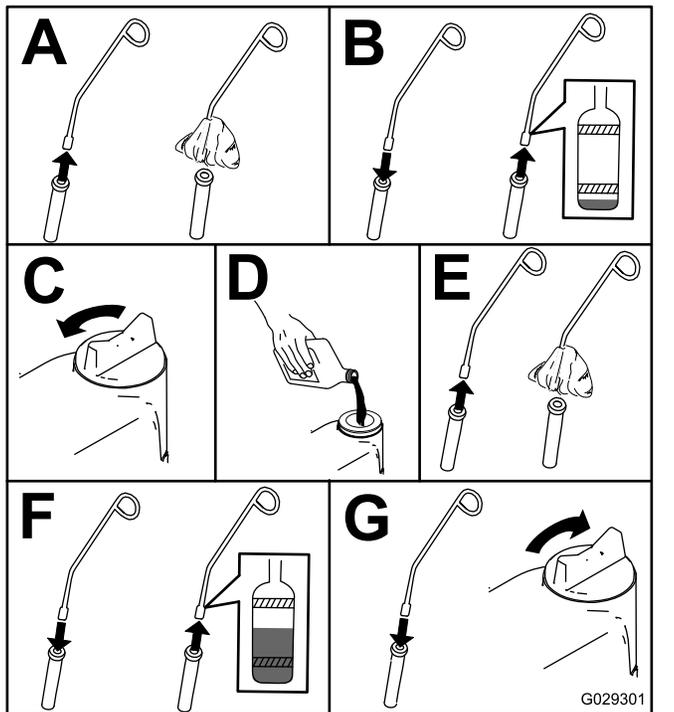

Рисунок 42
4. Проверьте уровень масла в двигателе, как показано на Рисунок 42.